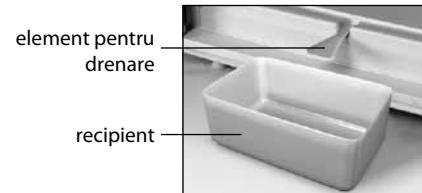

Figura 5 – Schema scurgerii apei rezultate în urma topirii din CF
- să instalați în conformitate cu figura 5 elementul de masă plastică